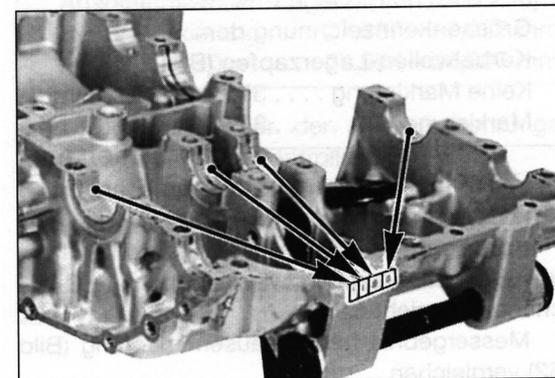

Bild 252
- Messergebnis mit Gehäusemarkierung (Bild 252) vergleichen.